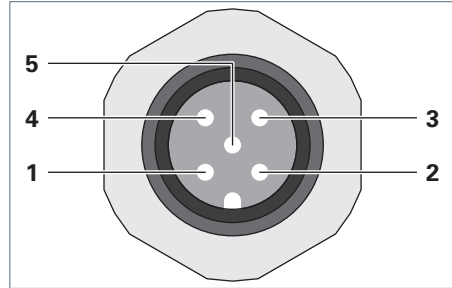

Fig. 5: Steckerbelegung.
- ▶ Legen Sie 24 V DC an Pol Nr. **2** an, siehe Fig. 5.